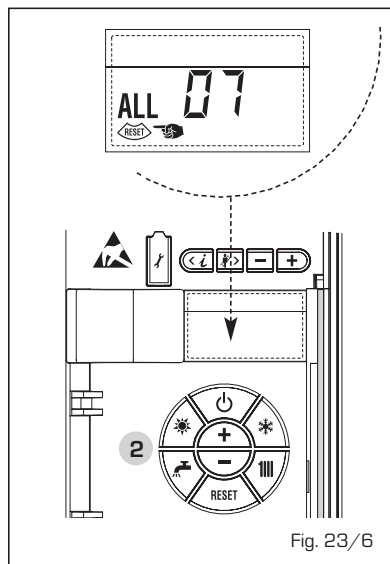

Fig. 23/6
- **ANOMALÍA LLAMA PARÁSITA "ALL 08" (fig. 23/7)**